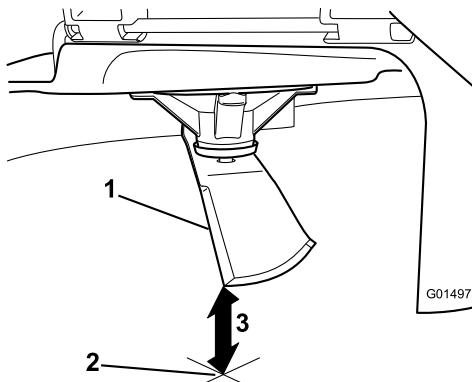

**Рисунок 58**
3. Измеренное расстояние между ножом и поверхностью (A)
4. Поверните тот же нож на 180 градусов, чтобы теперь его противоположная режущая кромка была в том же положении (Рисунок 58).